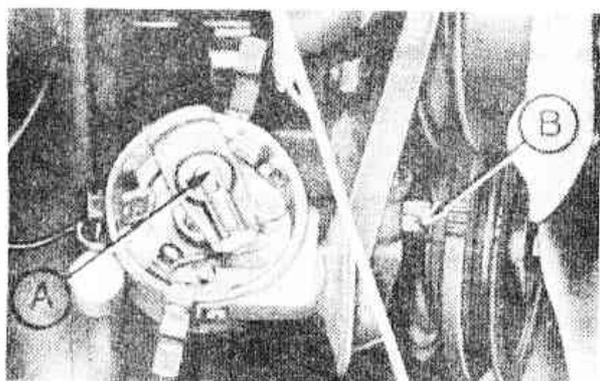

Рис.4.11. Бегунок обращен к контакту №1 (А) при совмещенных метках на шкиве коленчатого вала (В) (Разд.6)
5. **Примечание:** Если нарушать регулировку опережения зажигания нежелательно, поверните коленчатый вал так, чтобы установочные метки совпали, а бегунок распределителя указывал на сегментный контакт №1 на крышке распределителя (Рис.4.11). Это облегчит установку распределителя, если в то время, когда распределитель снят, коленчатый вал не будут поворачивать. После снятия распределителя заметьте положение бегунка относительно корпуса распределителя (фото).